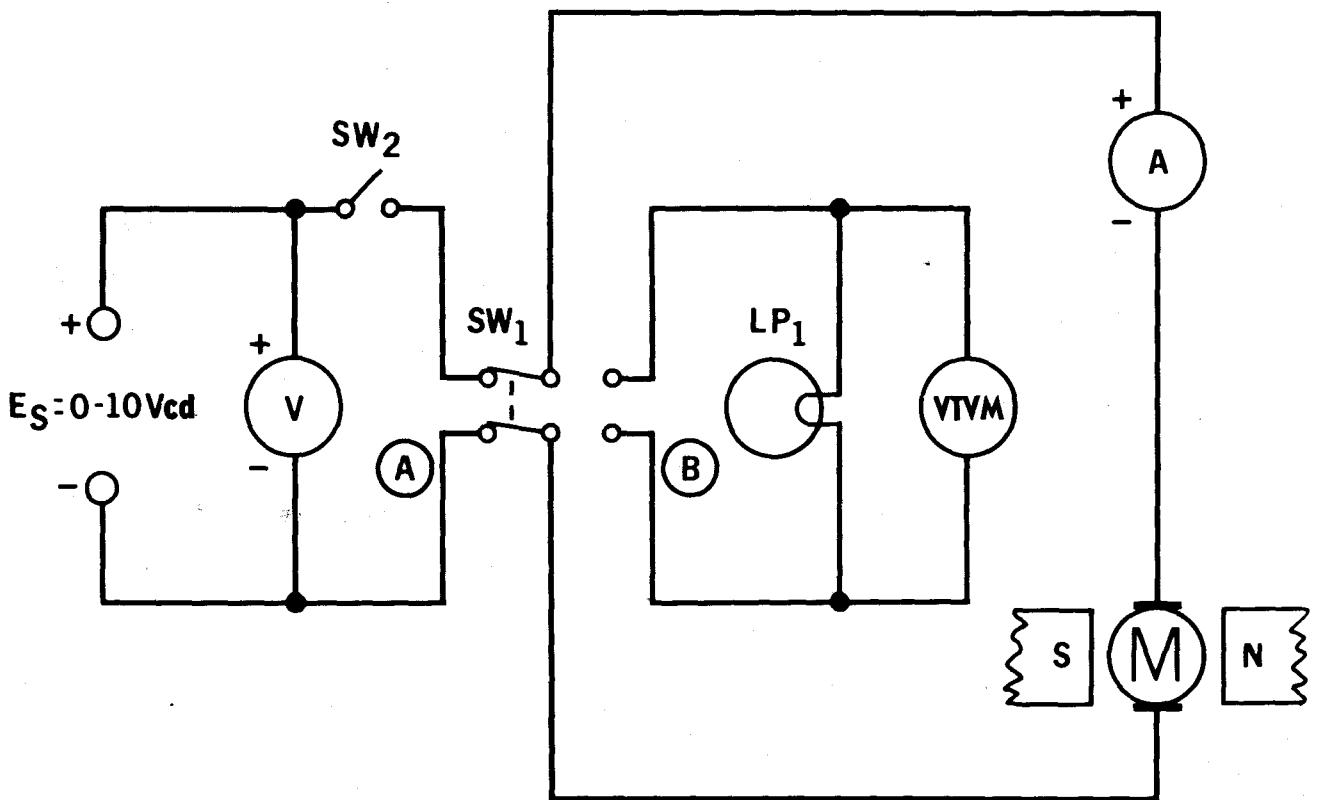

Fig. 40-3
9. Construya el motor de cd sobre la placa de base, según la fotografía y alambre el circuito como se muestra en el esquema de la Fig. 40-3. Ajuste el amperímetro a su rango más alto de corriente y coloque en la posición A el SW₁. No haga ninguna conexión a las bobinas de campo. Use los imanes permanentes como núcleos. (Note que la energía se aplica sólo a las escobillas).